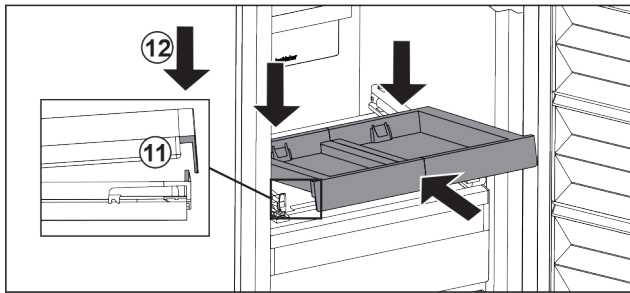

Fig. 127
- ▶ Zasuňte ju šikmo. Dbajte na to, aby sa na oboch stranách doraz nachádzal za sponou. Fig. 127 (11)
- ▶ Zložte vyťahovaciu poličku vpredu. Fig. 127 (12)